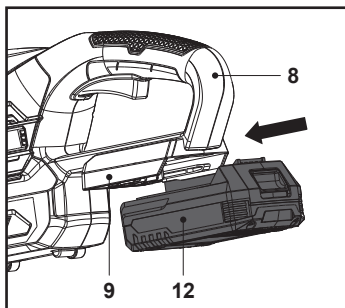

Fig. 3
- Alinee la batería (12) con las ranuras deslizantes del puerto de conexión de la batería (9) debajo del protector de seguridad trasero (8) y deslice la batería (12) para acoplarla.
- Asegúrese de que hace un clic al encajar (Fig. 3).